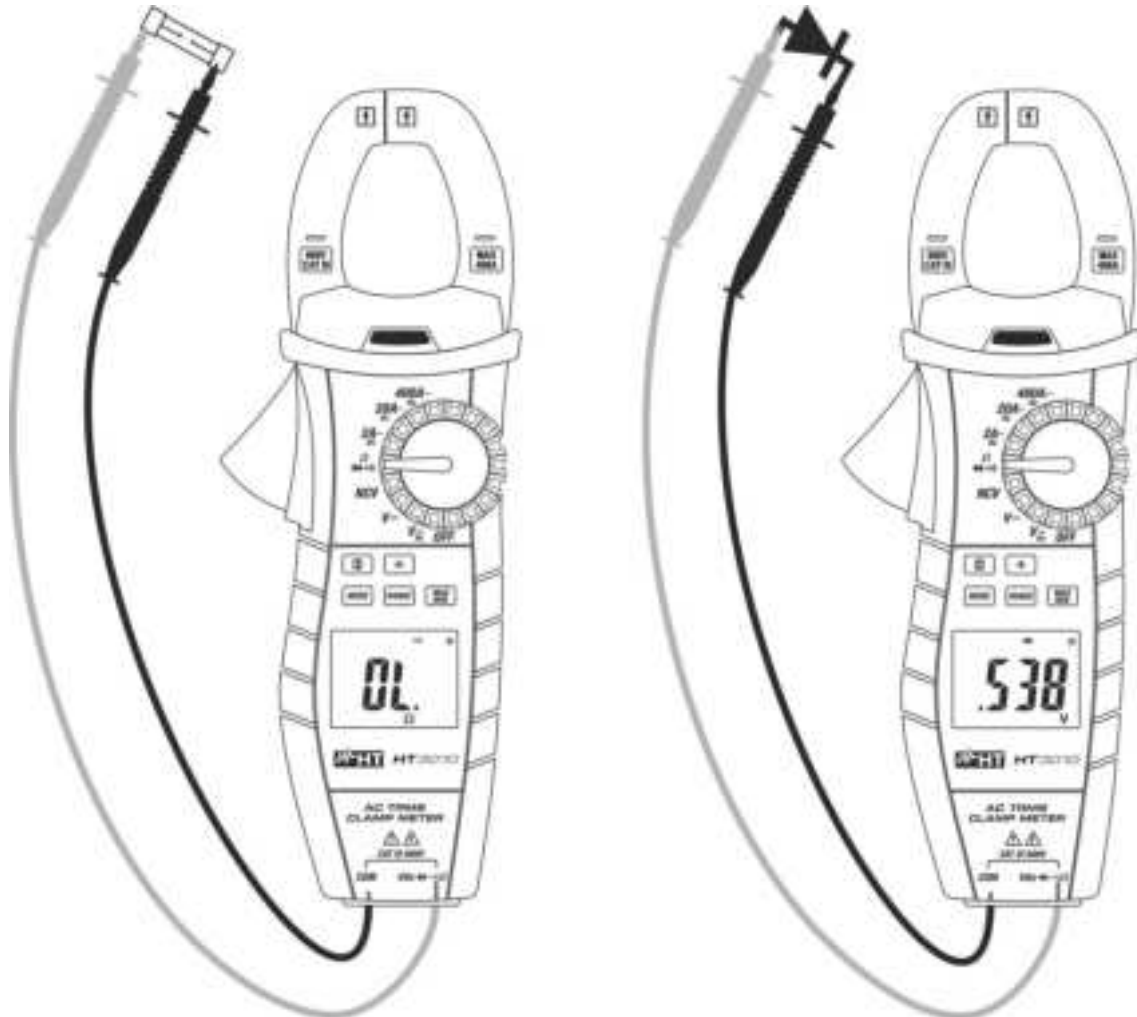

Fig. 7: Utilização da pinça em Testes de Continuidade e Testes de Díodos
3. Inserir o cabo vermelho no terminal de entrada **VΩHz** $\rightarrow \rightarrow \rightarrow$ e o cabo preto no terminal de entrada **COM** e efetuar o teste de continuidade sobre o objeto em teste (ver Fig. 7 – parte esquerda). O indicador sonoro emite um sinal acústico quando o valor da resistência medida é inferior a cerca de 30Ω.
5. Conectar a ponteira vermelha ao ânodo do diodo e a ponteira preta ao cátodo no caso de medição de polarização direta (ver Fig. 7 – parte direita). Inverter a posição das ponteiros no caso de medição de polarização inversa.